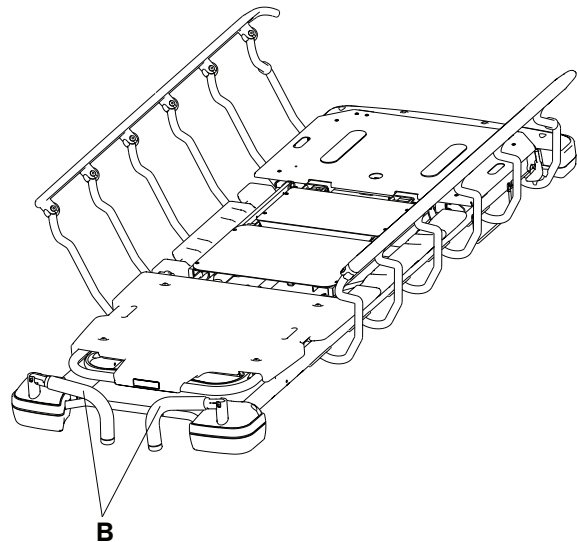

Figura 10 – Armazenamento das pegas de empurrar da extremidade do lado da cabeça
3. Inverta a ordem dos passos para guardar as pegas de empurrar da extremidade do lado da cabeça (B) (Figura 10).